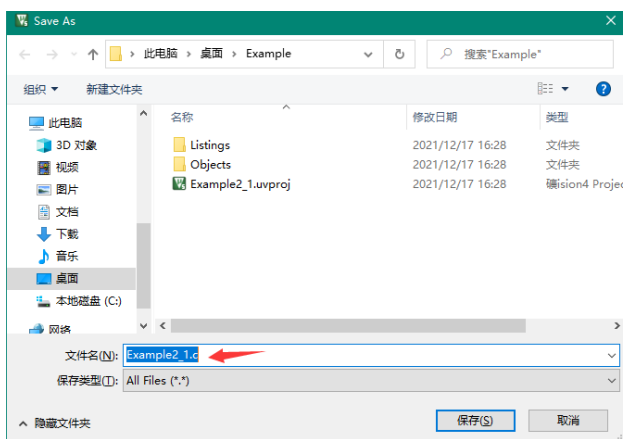

图 2-15 保存文件
(6) 此时这个新建文件与我们刚刚建立的工程还没有直接的联系，单击图标，或选择 File→save 命令，弹出窗口界面如图 2-15 所示，在【文件名 (N)】栏中，输入要保存的文件名，同时必须输入正确的扩展名。注意：如果用 C 语言编写的程序，扩展名必须为.c；如果用汇编语言编写的程序，则扩展名必须为.asm。这里的文件名不一定要和工程名相同，可以随意填写文件名，然后单击【保存】按钮。